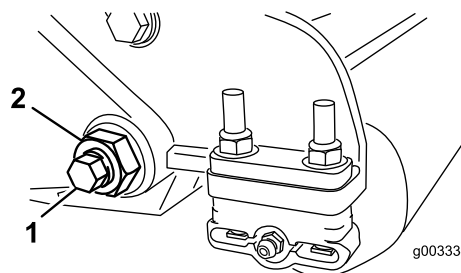
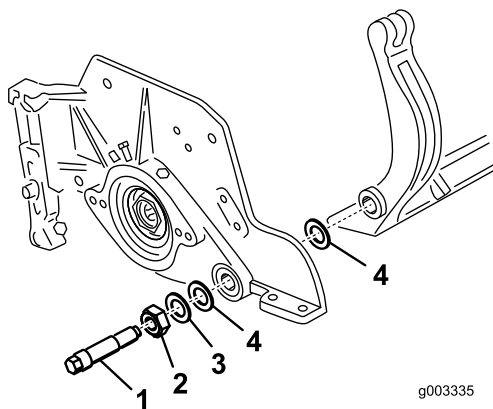

Figura 30
Figura 31
3. Desaperte a porca de bloqueio que segura a cavilha da barra de apoio, em cada um dos lados da máquina (Figura 30).
4. Remova cada uma das cavilhas da barra de apoio, de modo permitir puxá-la e retirá-la da máquina (Figura 30). Guarde as duas anilhas de nylon e anilha de aço prensado de cada uma das extremidades da barra de apoio (Figura 31).
4. Coloque uma arruela de aço no exterior de cada uma das arruelas de nylon (Figura 31).